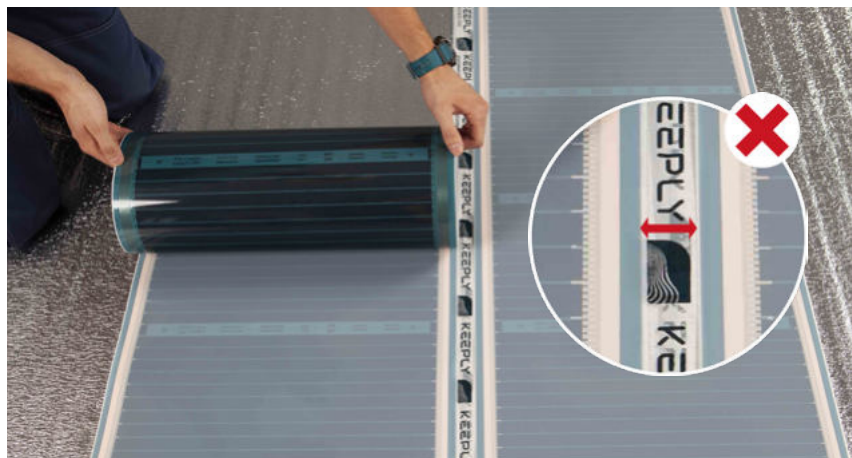

Рис. 13
- делать промежутки между нагревательными полосами, так как это приводит к неравномерному прогреву и эффекту «тепловой зебры» (рис. 13).